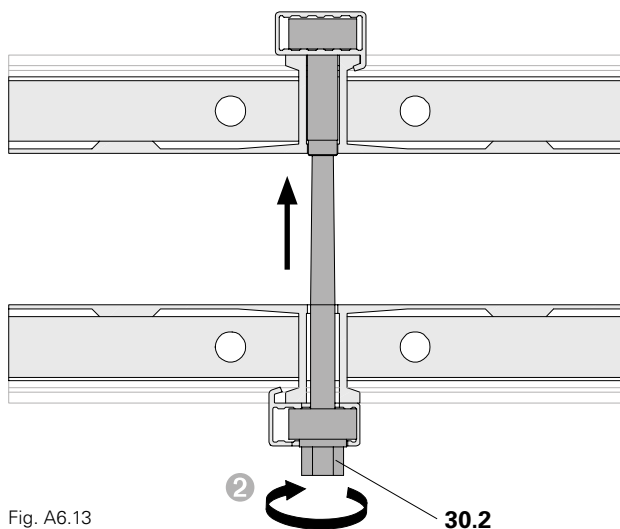

Fig. A6.13
2. Avvitare il tirante UNO Plus (30.2) fino all'arresto di fine corsa del tirante UNO Plus. (Fig. A6.13)